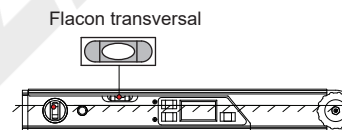

Fig.1
- a. Vérification transversale (Fig.1).